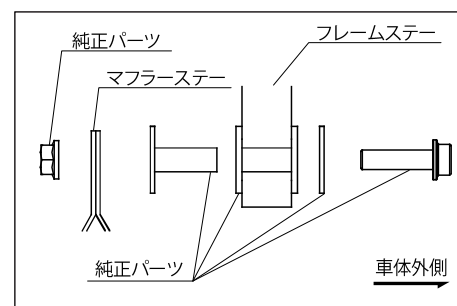

図.5
- ⑤ 写真を参考に、フレーム下側のステーへ、マフラステーを合わせ仮組みします。再使用する純正部品の組み付け順は図5を参考にして下さい。